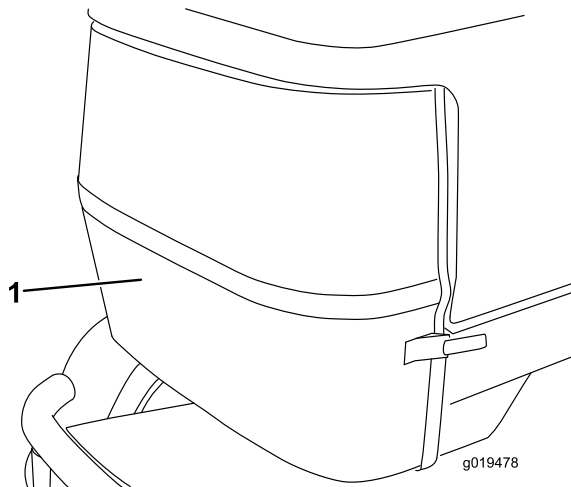

Figura 73
2. Sbloccate la griglia posteriore e toglietela (Figura 73). Pulitela accuratamente.